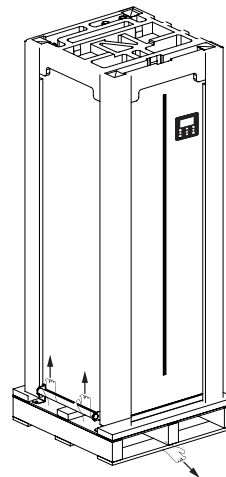

Рис. 2-4
- При подъеме машины четыре человека должны удерживать ее за крышку из листового металла, пока один из них вытаскивает деревянный поддон (см. Рис. 2-4).